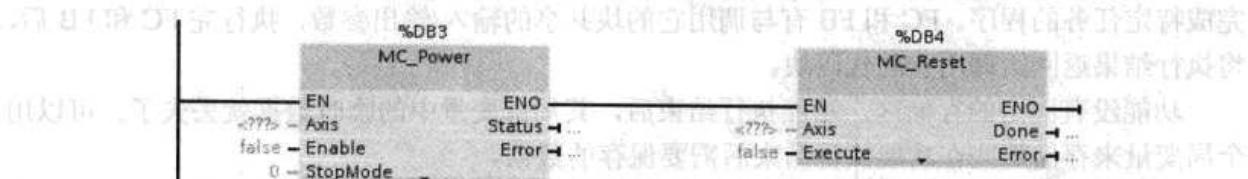

图 5-70 运动控制指令
**MC\_Power** 指令 (见图 5-70) 用来激活或禁止运动控制轴。